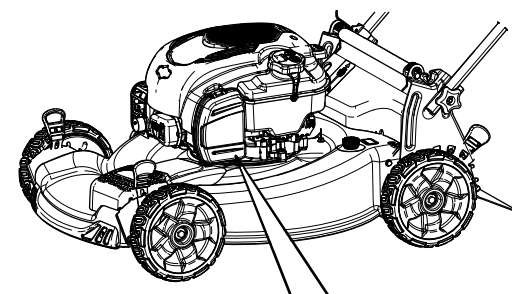

Рисунок 22
1. Расфиксируйте защелку в верхней части крышки воздушного фильтра (Рисунок 22).
2. Извлеките воздушный фильтр (Рисунок 22).